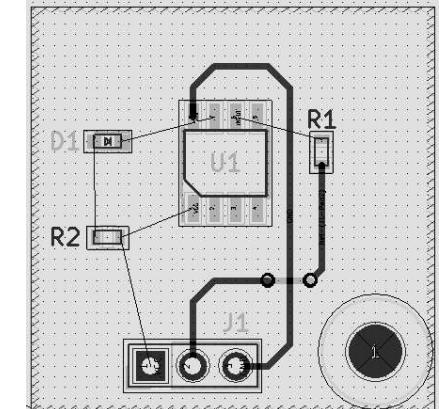

図 10-16
- ③ 配線は他の配線や端子と接触したり交差したりしないよう基板の Front 面 (F.Cu) や Back 面 (B.Cu) をうまく選択して引き回します。図 10-16